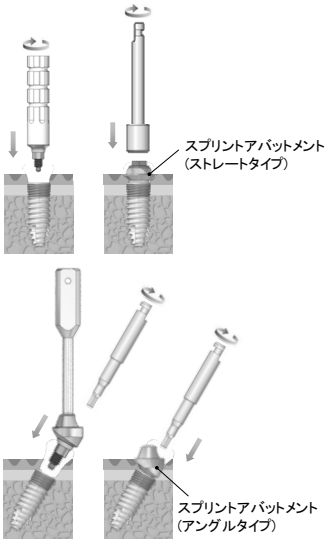

図 1
- (1) アバットメントの包装を開封し、キャリアの把持部を持ち、口腔内に運搬する。スクリューを仮締め後、キャリアを破棄する (仮締めにはスプリントアバットメント (ストレートタイプ) の場合はキャリアを用い、スプリントアバットメント (アングルタイプ) の場合はドライバーを用いる)。最終締結は、ドライバーを用いて口腔内のフィクスチャーに固定する (締結トルクは、スプリントアバットメント (ストレートタイプ) は 30 N・cm、スプリントアバットメント (アングルタイプ) は 20 N・cm) (図 1)。
- (2) 印象採得後、模型を作製する。